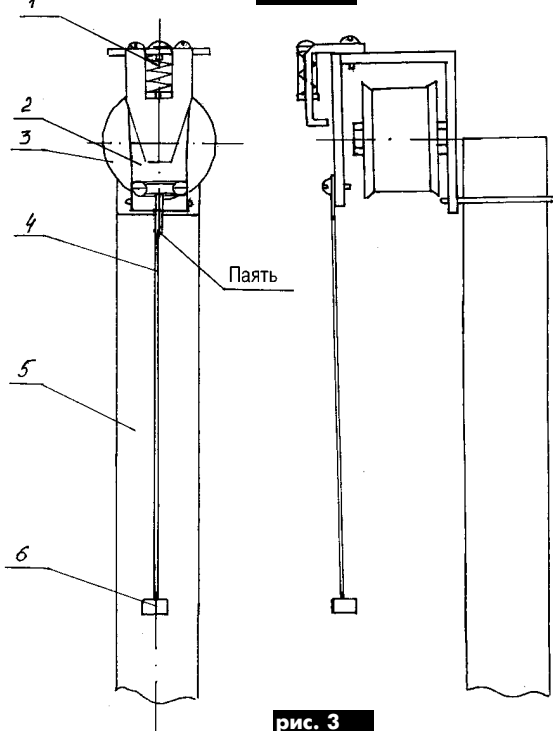

рис. 3
**Детали.** Резисторы типа МЛТ-0,125, МЛТ-0,25, конденсатор типа КМ, транзистор KT815, KT817 с любым буквенным индексом, диоды VD1, VD2 типа КД522, КД509, микросхему K561ЛА7 можно заменить на K561ЛЕ5 или на такие же микросхемы серии K176. Вибратор (рис. 3) изготавливают из реле типа РП-24-УХЛ4. Реле осторожно разбирают, старую обмотку 3 сматывают и на каркас наматывают провод ПЭВ-0,25 мм до заполнения каркаса. Сопротивление обмотки 30...40 Ом. Контактную группу удаляют с якоря 2, вместо нее прикрепляют стальную проволоку диаметром 1,2...1,5 мм, длиной 100...120 мм (4), на конец которой напаяют боек б. Устройство закрепляют на любом предмете, способном выполнять роль объемного резонатора (стеклянная бутылка, стальная труба и т. д.) (5).